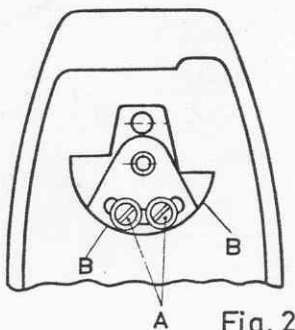

Fig. 2
Das Segment der Hauptwelle soll in seinem Schlitz die Befestigungsschrauben (A), Fig.2, des Ausgleichgewichts mittig aufnehmen, damit später eine Verstellmöglichkeit für Feineinstellung vorhanden ist.
Stelle das Ausgleichsgewicht im Kopf der Maschine in waagrechte Stellung, Fig.2.
The screw (A), Fig.2, of the counterweight should be in the middle of the segment plate of the main shaft for the possibility of final adjustment.
Set the counterweight in the head of the machine horizontally (Fig.2).